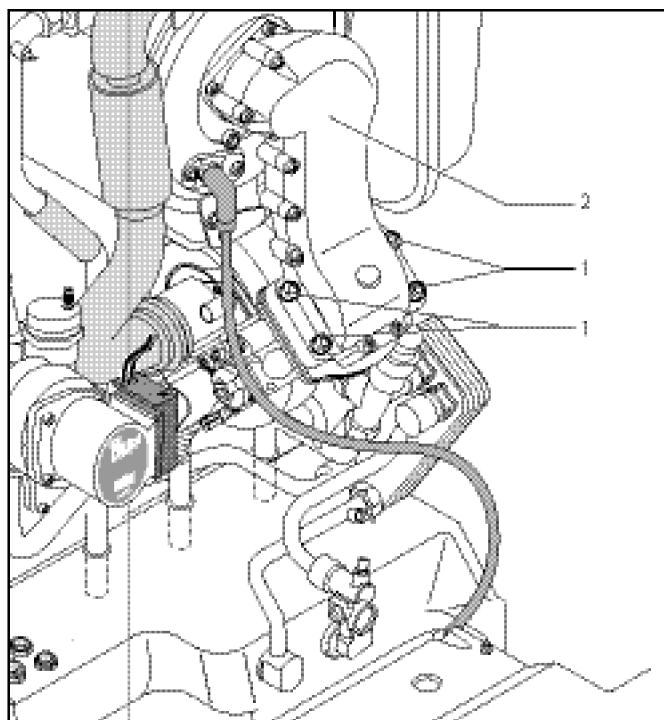

Рис. 8.7 Замена воздуходувки и газовой арматуры
- Отвинтите 4 винта (10) на компактном термомодуле (2), (рис. 8.7)